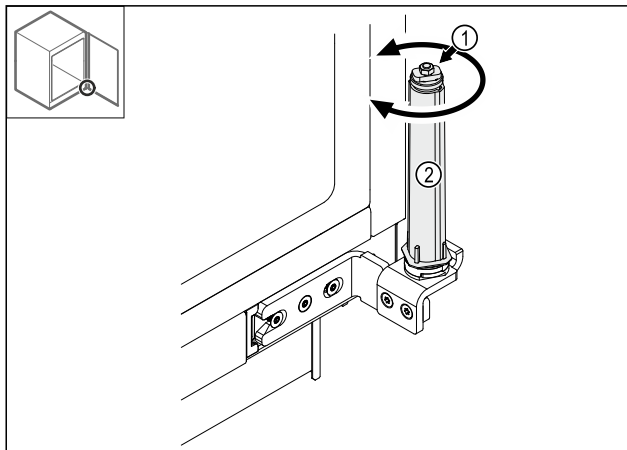

Fig. 38
- Non scomporre il collegamento a vite Fig. 38 (1) del sistema di chiusura.
- Ruotare il sistema di chiusura Fig. 38 (2) finché non scatta.